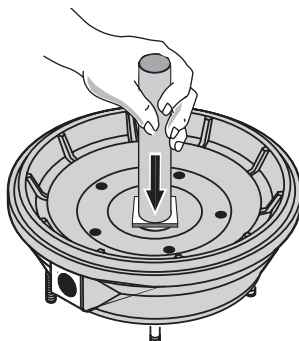

**Figura 10**
4. Coloque la mitad posterior de la bomba sobre una superficie plana y golpee el asiento de cerámica para sacarlo. Consulte la Figura 10.